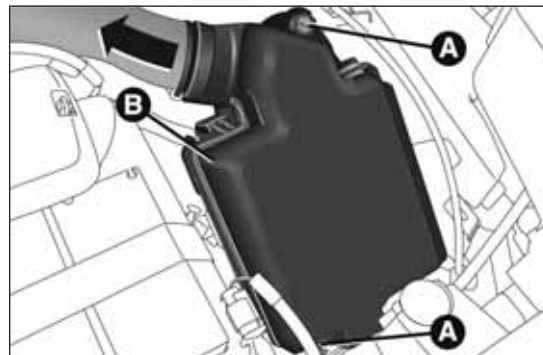

fig. 202
- ☐ aflojar los dos tornillos A fig. 202;